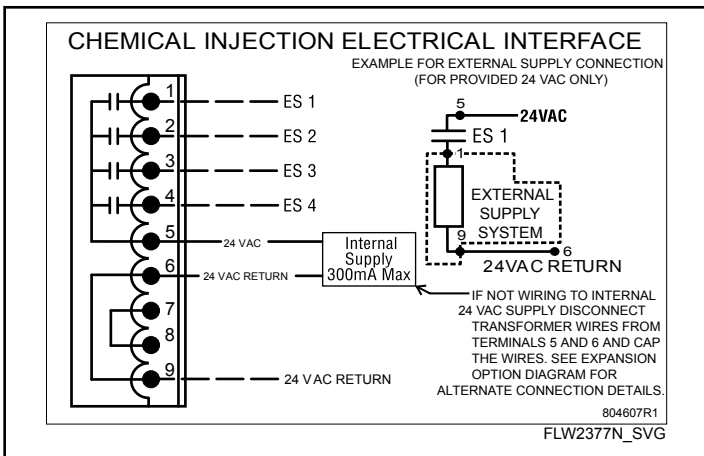

Figure 17
- Se reporter aux instructions du système d'injection et à l'étiquette qui se trouve à l'intérieur du couvercle de la boîte de jonction du lave-linge (*Figure 17*) pour le branchement électrique.